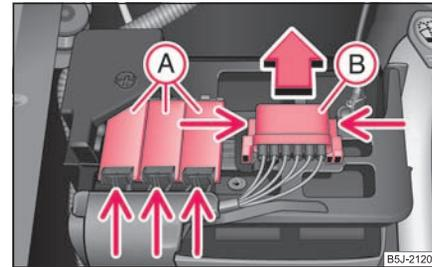

Abb. 205 Batterie: Sicherungsdeckel
- Drücken Sie auf die Verrastungen der Sicherungsabdeckungen (A) ⇒ Abb. 205 und klappen Sie die Abdeckungen auf.
- Drücken Sie die Verrastungen der Sicherungsabdeckung (B) gleichzeitig zusammen und schieben Sie die Abdeckung in Pfeilrichtung heraus.
- Einige Fahrzeuge sind nur mit der Abdeckung  ausgestattet ⇒ Seite 223, Abb. 205. ■